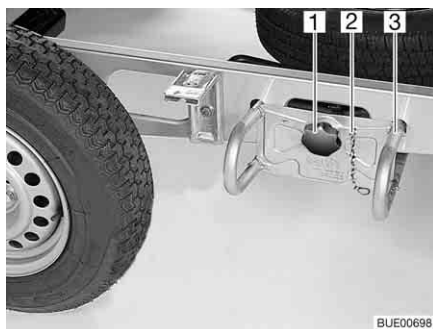

Bild 213 Reservhjulshållare
- Haka ur säkringskedjan (Bild 213,2).
- Lossa och skruva ut rattskruven (Bild 213,1).
- Dra ut reservhjulshållaren (Bild 213,3) ca 10 cm och lägg ned den på marken.